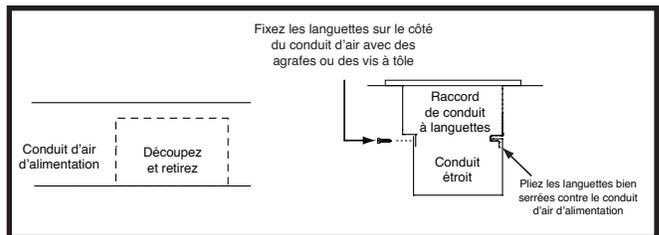

Figure 14. Conduits d'air étroits – Option 2
1. Coupez et retirez le dessus du conduit d'air d'alimentation, comme indiqué à la Figure 14.
3. Pliez les languettes inférieures du raccord de conduit vers le haut et serrez-les le plus possible contre le conduit d'alimentation en air (Figure 14).